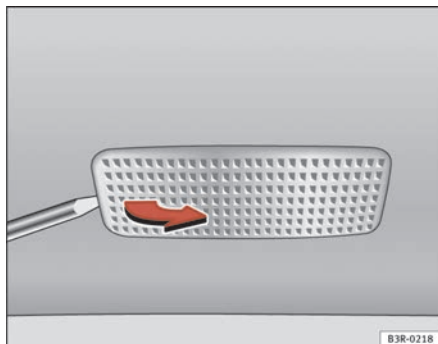

Abb. 223 Ausbau der Leuchte in der Sonnenblende
- Nehmen Sie die Leuchte vorsichtig heraus, indem Sie die flache Seite eines Schraubendrehers benutzen ⇒ Abb. 223.